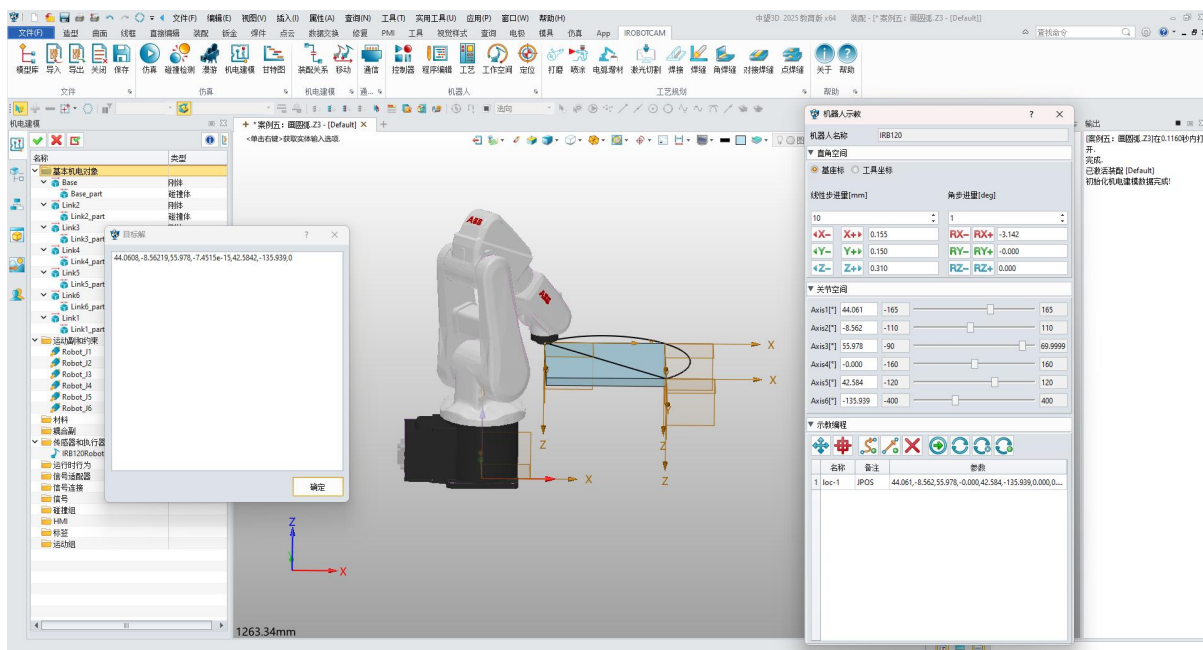

图 9-6: 添加标记点
- **记录关节点:** 在 "机器人示教" 窗口中单击 "标记点", 点击指定点, 选择 CSYS1 参考坐标系, 机器人将移动到该位置, 然后点击 "记录关节值" 按钮。(图 9-6)